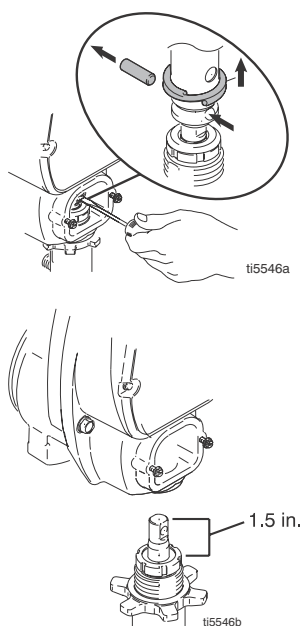

FIG. 18
- FIG. 18. Sortir la tige de piston comme indiqué. Visser la pompe jusqu'à ce que les trous de la bielle et de la tige de piston soient l'un en face de l'autre.